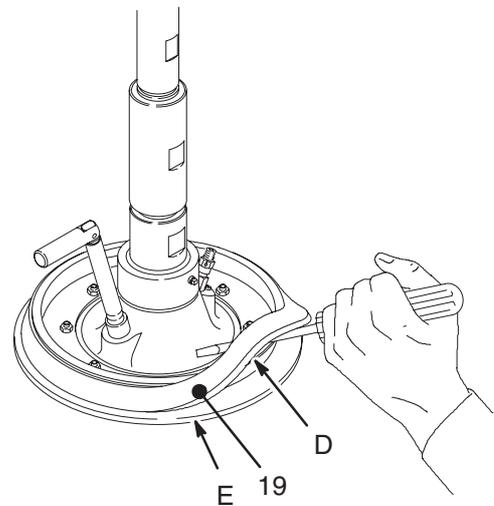
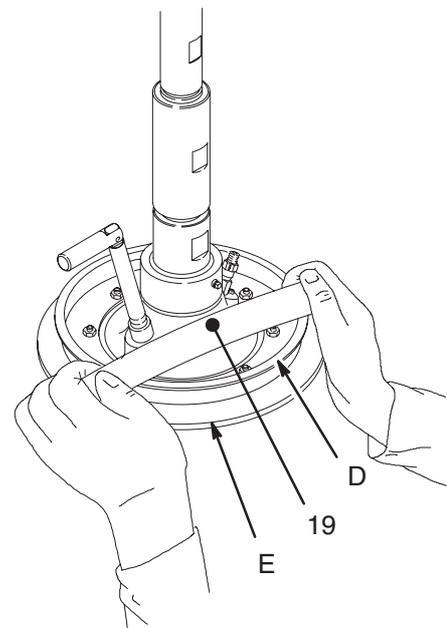
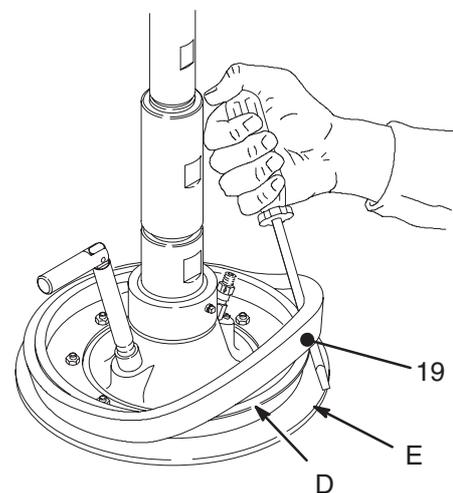

Fig. 2
Fig. 3
Fig. 4
- a. **Para utilizar el plato seguidor con latas de paredes no rectas**, es necesario desmontar el espaciador grande (19). *Trabajando desde la parte inferior*, utilice un destornillador para aflojar el espaciador. Mueva éste hacia arriba hasta que sobrepase completamente la brida (D) del plato seguidor. Vea la Fig. 2. A continuación, con la mano, incline el espaciador y sáquelo del plato, tirando de él hacia abajo hasta pasarlo sobre la brida y los seguidores inferiores (E). Vea la Fig. 3. Guarde el espaciador, pues será necesario en otras aplicaciones.
- b. **Para volver a instalar el espaciador cuando utilice el plato con latas de paredes rectas**, asegúrese primero de que el diámetro grande del espaciador (19) esté dirigido **hacia abajo**. Mueva a mano el espaciador hacia arriba, pasándolo sobre el plato espaciador, de forma que sobrepase completamente la brida (D) del plato seguidor. Vea la Fig. 3. A continuación, *trabajando desde la parte superior*, utilice un destornillador para colocar el espaciador entre la brida (D) y los seguidores (E). Vea la Fig. 4.
4. Conecte un tubo de nylon de 610 mm, con un D.E. de 6,3 mm (1/4 pulg.) (F) provisto de un racor de 1/8 npt(f) (H) desde el racor (G) del tubo del aire de asistencia del “ram” hasta la válvula de retención (21) del aire de asistencia del plato seguidor.